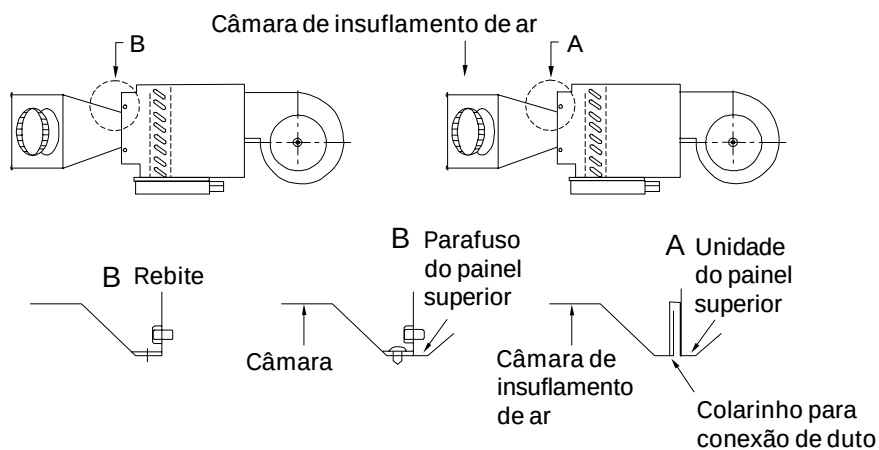

Figura 5
3. Pendure a unidade em um teto sólido e nivelado. Ruídos, vibrações ou vazamentos podem ocorrer se a fixação for mal feita (Figura 4). Para uma correta instalação da unidade e dos dutos veja Figura 5.